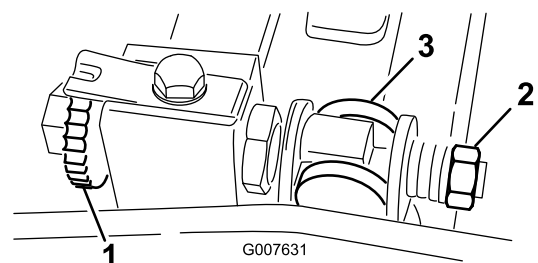

図 55
1. ベッドバー調整ねじを左に回して下刃とリールの接触を完全になくす 図 55。
2. スプリングテンションナットをゆるめて、ワッシャがベッドバーを全く押さないようにする 図 55。